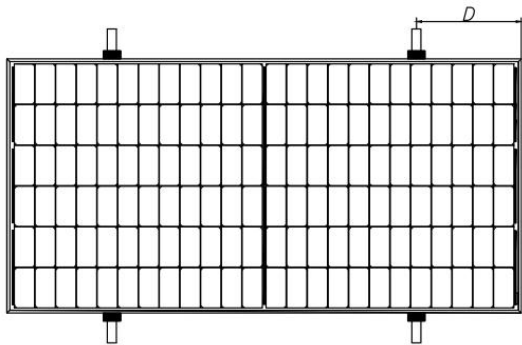
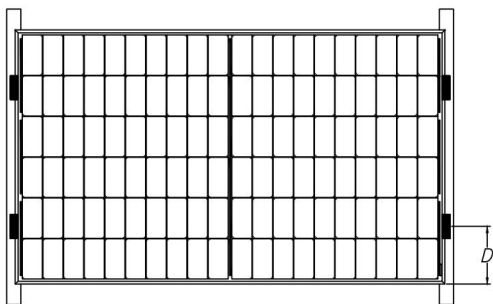
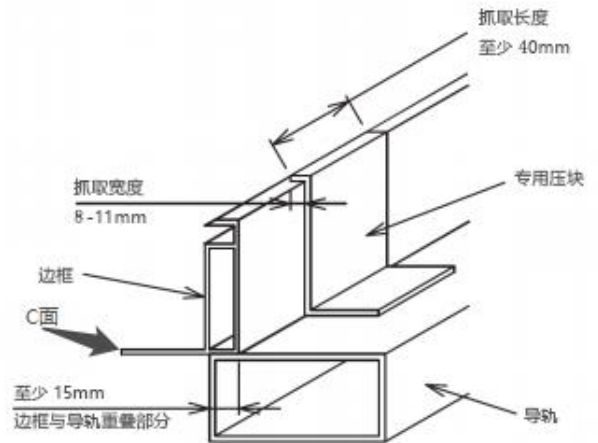

图 8 导轨垂直长边框安装
图 9 导轨重合短边框安装
图 13 导轨重合长边框安装压块要求
光伏组件可以横过支撑柱进行安装（图 8），也可平行光伏组件边框进行安装（图 9）。采用压块安装时，每个光伏组件必须使用至少 4 个压块进行固定。
⑧ 对于图 9 所示的安装方式，光伏组件需使用专业太阳能压块（如图 13 所示）来固定，光伏组件 C 面与导轨的重叠部分应 $\geq 15\text{mm}$ 。如果使用不合适的夹具或不正确的安装方式，正泰有限质保将会无效。